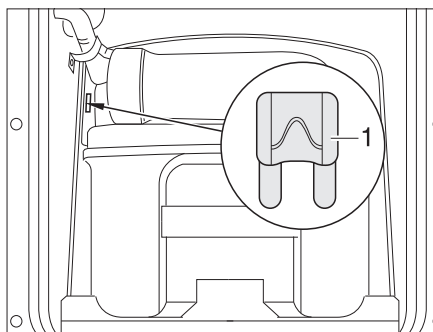
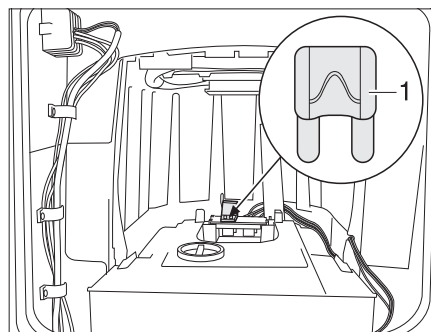

Fig. 160 Fusible des toilettes Thetford
Fig. 161 Fusible des toilettes Thetford (alternative)
- Changer le fusible (Fig. 160,1 ou Fig. 161,1).